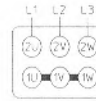

Bild 3
**hohe Drehzahl / high speed** -> Bild 3